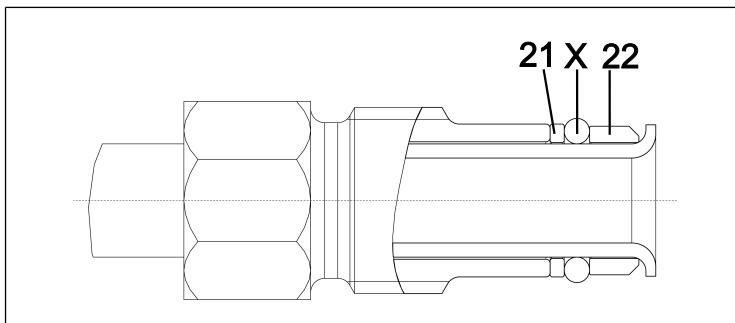

Fig. 31: Placement correct du joint torique
2. Remplacez les joints toriques (16) et (17) sur le raccord de tuyaux du piège à liquide (11).
3. Remplacez le joint torique (15) sur le raccord de tuyaux du condenseur haute performance (12).
i Lors du remplacement des joints toriques, veillez à bien positionner les nouveaux joints toriques (entre manchon (22) et coussinet de glissement (21 ; voir Fig. 31).